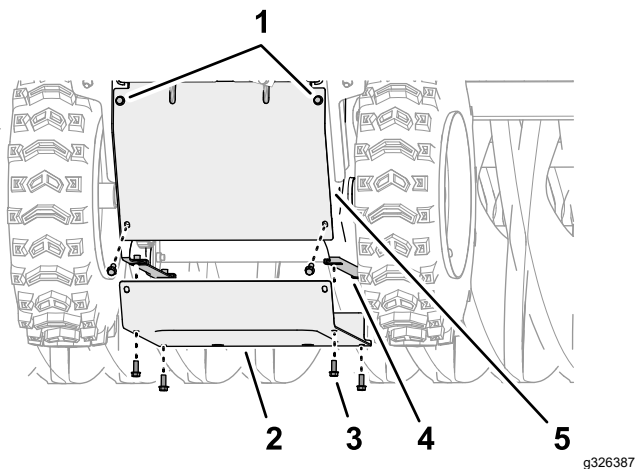

Figura 51
- Nella parte inferiore della macchina, allineate i fori presenti nel coperchio inferiore con i fori presenti nelle flange delle piastre laterali destra e sinistra (Figura 51).
- Montate il coperchio inferiore alla macchina (Figura 51) con le 6 viti a testa cilindrica con flangia (1/4" x 5/8").
- Serrate le 2 viti a testa cilindrica con flangia superiori (1/4" x 5/8") che fissano il coperchio posteriore alla macchina (Figura 51).